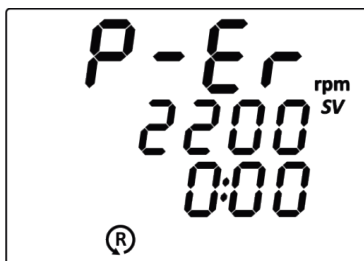

Рисунок 11 - Ошибка датчика скорости вращения
- 8.4.5. Если на дисплее отображается индикатор неисправности датчика скорости вращения $\textcircled{R}$ и выдаётся соответствующее сообщение об ошибке (Рисунок 11), следует прекратить работу с перемешивающим устройством и обратиться в сервисный центр производителя.